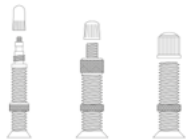

Abb. 8
- Stellen Sie fest, welche Art von Ventil Ihr BMX-Rad hat (vgl. Abb. 8).
**Prestaventil (Sclaverand)** (Abb. 8, links)
**Blitzventil (Dunlop)** (Abb. 8, Mitte)
**Autoventil (Schrader)** (Abb. 8, rechts)